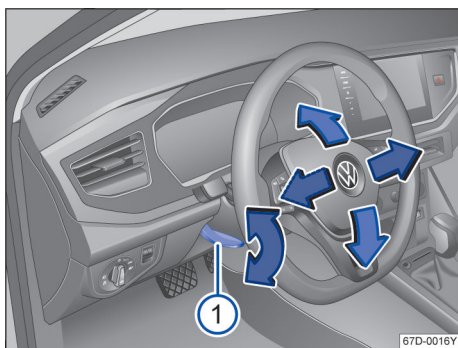

图 58 调节方向盘位置
- 将图示操纵杆→图 58①向下翻转。
- 将操作杆①用力向上推，直到它回复到锁止位置 →▲。